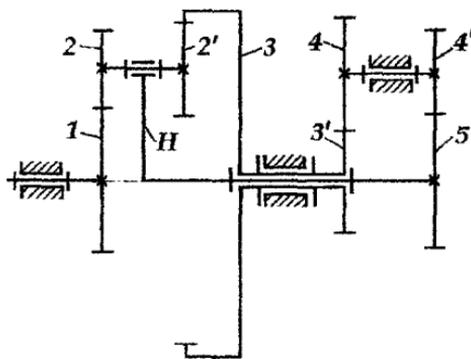

Рис. 13. Замкнутый дифференциальный механизм
**Замкнутые дифференциальные механизмы.** Они образуются в том случае, если в дифференциальном механизме (рис. 13) два основных звена (например, колесо 3 и водило  $H$ ) соединить дополнительной замыкающей кинематической цепью 3'-4-4'-5. Замыкающая цепь налагает на движение звеньев дополнительное условие связи. Тогда степень подвижности механизма станет равна